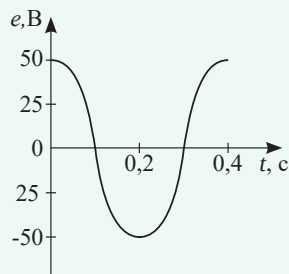

Рис. 31. График изменения ЭДС с течением времени
2. По графику (рис. 31) определите амплитудное значение переменной ЭДС, ее период и частоту. Запишите закон изменения ЭДС с течением времени.